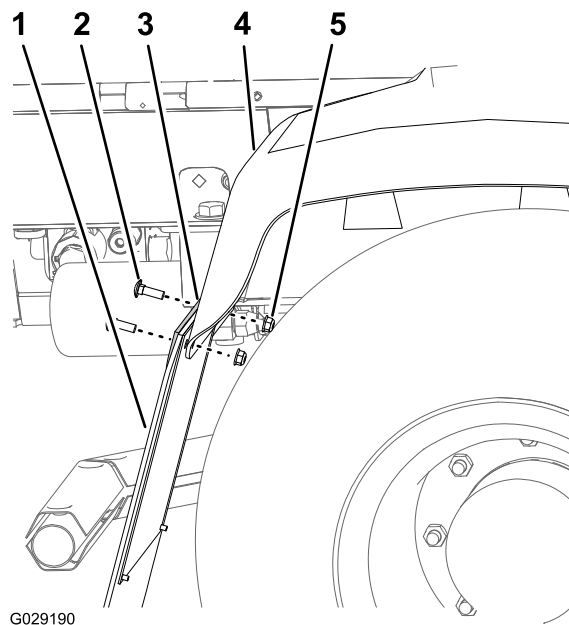

图 5
2. 拆下将防溅罩固定至后挡泥板支架和右后挡泥板上的 2 个车身螺栓和 2 个凸缘锁紧螺母 图 5。